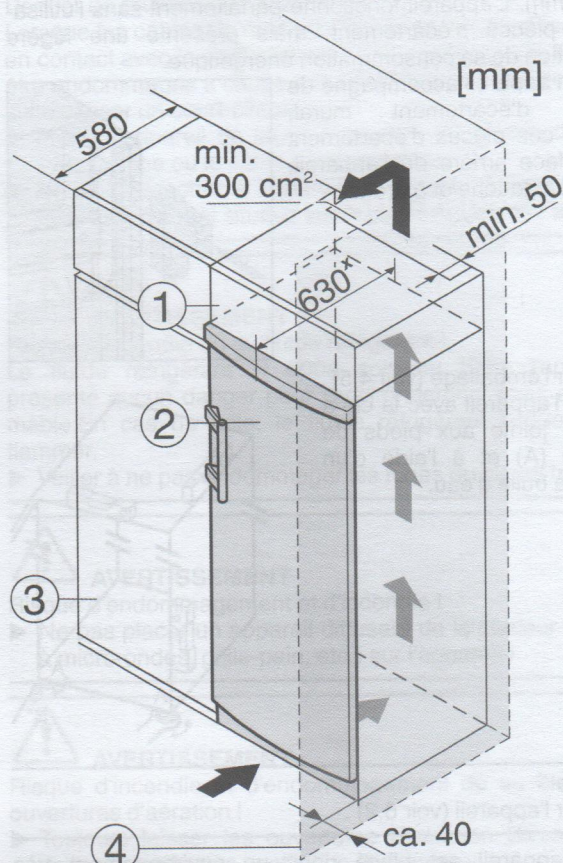

Fig. 9
L'appareil peut être réagencé avec des buffets de cuisine. Pour adapter l'appareil Fig. 9 (2) à la hauteur du coin cuisine, une rehausse Fig. 9 (1) peut être posée sur l'appareil.
Lors de la transformation avec des placards de cuisine (profondeur max. 580 mm), l'appareil peut être placé directement à côté du placard de cuisine Fig. 9 (3). L'appareil dépasse latéralement de 34 mm\* et de 50 mm\* au centre de l'appareil par rapport à la face avant du placard de cuisine.
Si l'appareil est installé avec les charnières à côté d'un mur Fig. 9 (4), la distance entre l'appareil et le mur doit être de 40 mm min. Ceci correspond à la saillie de la poignée lorsque la porte est ouverte.